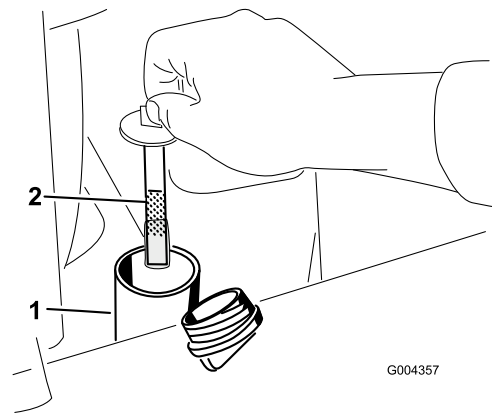

Figura 58
5. Retire el tapón y la varilla del depósito hidráulico (Figura 58).